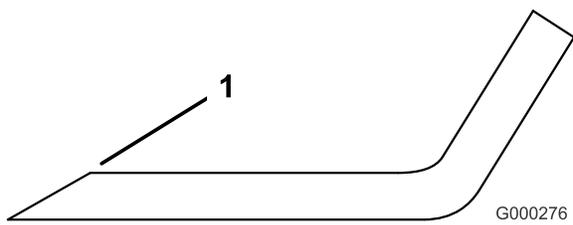

Figure 82
1. Au moyen d'une lime, affûtez les tranchants aux deux extrémités de la lame (Figure 82). Veillez à conserver l'angle de coupe d'origine. Limez la même quantité de métal sur chacun des deux tranchants pour ne pas déséquilibrer la lame.